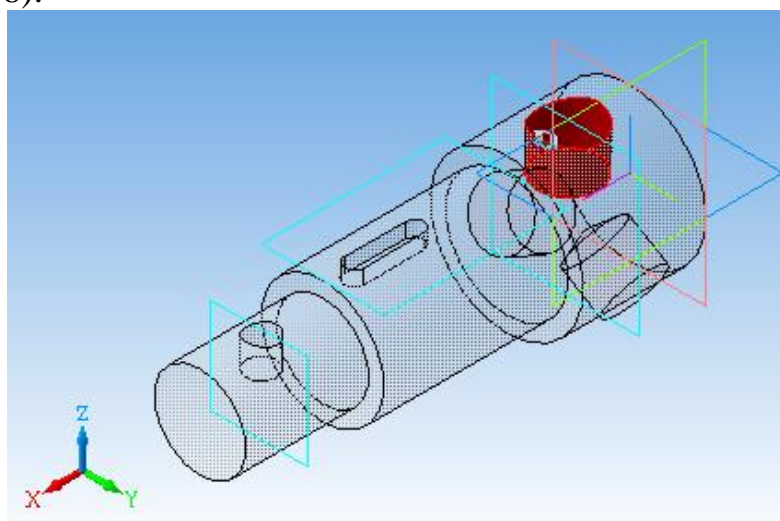

Рис. 4.18. Формування трьох отворів
6. Оскільки в одній із ступенів вала виконано три однакових отвори, то для їх формування використовуємо команду  *Масив по концентричній сітці* (рис. 4.18).